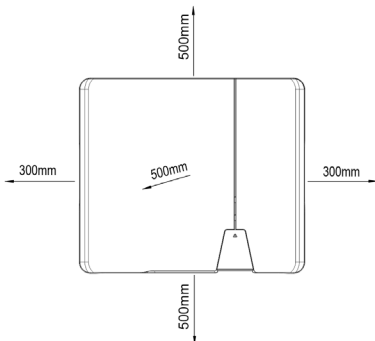

Fig. 3.1: Enhed ved udendørs montering
**BEMÆRK: Minimumsafstandene mellem to enheder eller enheden og loftet/gulvet er angivet i tegningen fig. 3.1.**